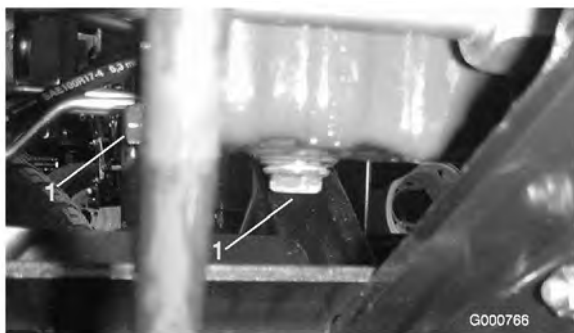

図 42
1. ドレン・プラグ（図 42）を外してオイルを容器に受ける。オイルが抜けたらドレン・プラグを取り付ける。